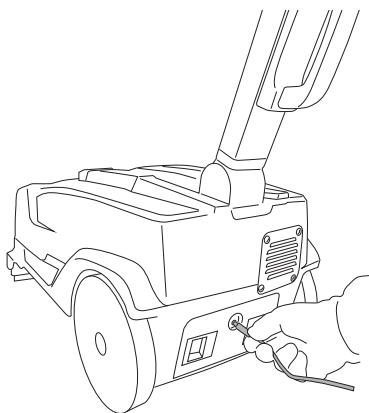

Fig.13
- Insérer la fiche jack du chargeur de batterie dans la prise placée sur la machine (Fig. 13).